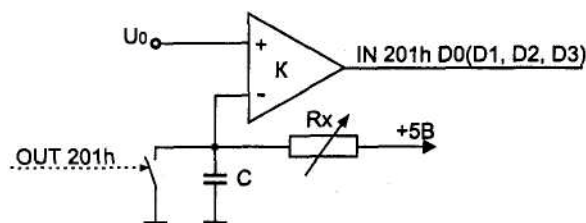

Рис. 8.19. Канал аналогового ввода
*Адаптер Game-порта* имеет в пространстве ввода-вывода один регистр с адресом 201h, биты которого при чтении отображают состояние кнопок и компараторов аналоговых сигналов. Ввод дискретных сигналов от кнопок пояснений не требует. Упрощенная схема одного канала аналогового ввода приведена на рис. 8.19. В начале преобразования конденсатор разряжается через ключ, после чего начинается его заряд, скорость которого определяется величиной сопротивления датчика (чем больше сопротивление, тем медленнее заряд). Напряжение на конденсаторе контролируется компаратором, который срабатывает по достижении определенного уровня. Выходы компараторов всех четырех каналов преобразования, как и дискретные входы, собираются в регистр (см. ниже), который может быть программно считан. Преобразование выполняется чисто программно и начинается по выводу любого байта в регистр адаптера (201h), при этом биты 0-3 устанавливаются в единицу. Далее программа циклически выполняет чтение регистра адаптера и измеряет время до возврата в нулевое состояние бит 0-3, соответствующих четырем аналоговым каналам. Если аналоговый вход замкнут на шину GND или цепь измеряемого сопротивления разорвана, соответствующий бит не обнулится. Поэтому в программе преобразования должен быть предусмотрен тайм-аут. Для измеряемых сопротивлений в диапазоне 0-100 кОм время определяется по формуле